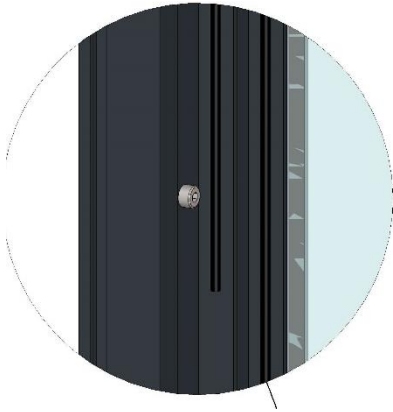

Figura 6
- En primer lugar calzar el contrapeso aproximadamente 100 mm (Figura 5). Asegurarse de que la cuerda en ambos extremos quede por debajo del tornillo existente en cada uno de los perfiles verticales (Figura 6).